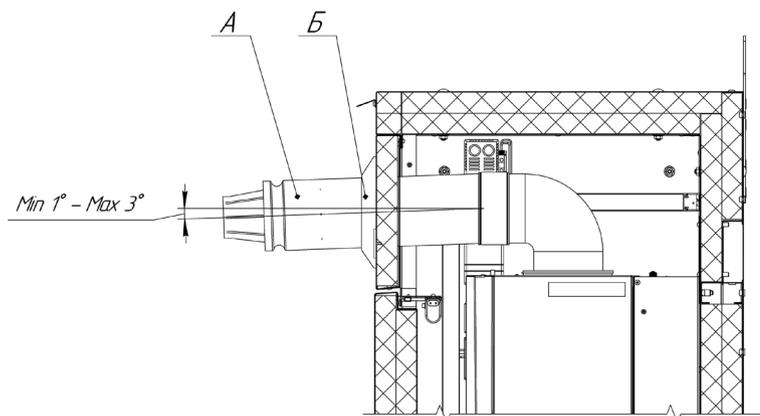
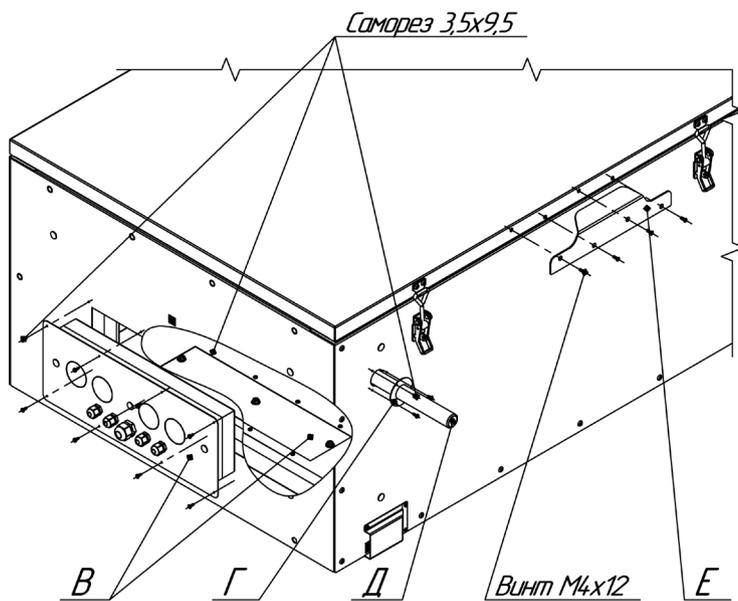

Рис. 4. Установка трубы коаксиального дымохода
Рис. 5. Сборка котла
4.1.2. Произвести сборку котла с внешними элементами как показано на рис.4 и рис.5